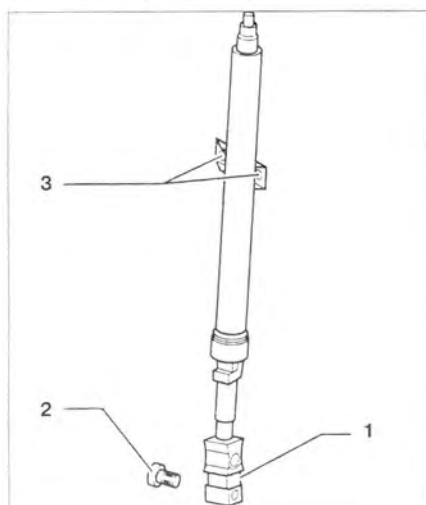

Рис. 7.2. Открутите болт 2 крепления шарнира 1.
2. Открутите болт 2 крепления шарнира 1 (рис. 7.2).
14. Сбейте болты 3 (рис. 7.2).